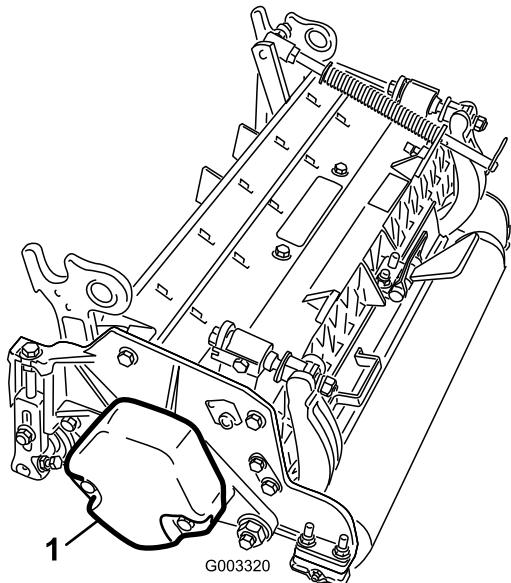

Bild 11
1. Entfernen Sie an den Mähwerken Nr. 2, Nr. 4 und Nr. 6 die zwei Kopfschrauben, mit denen das Gegengewicht links am Mähwerk befestigt ist. Nehmen Sie das Gegengewicht ab (Bild 11).